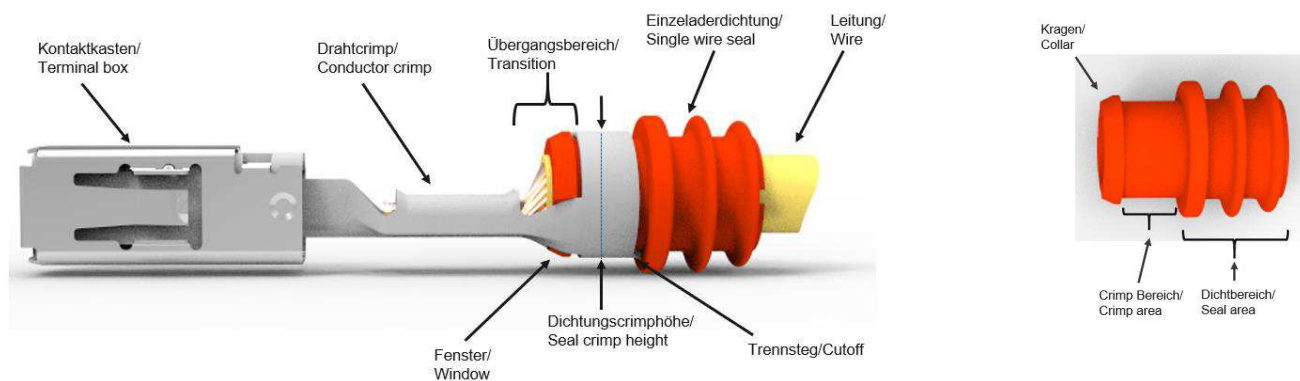
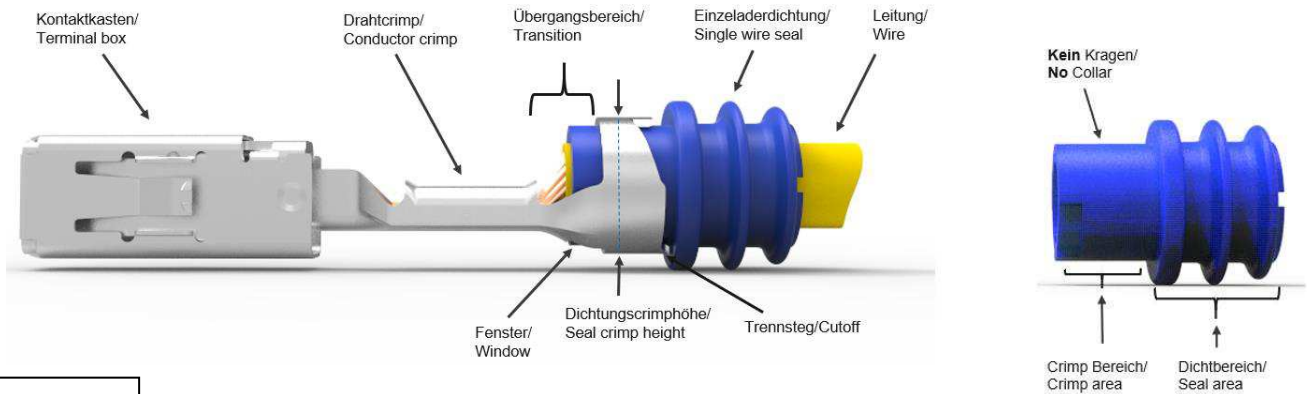

Bild 1 / Fig 1
Bild 3 / Fig 3
Diese Spezifikation gilt für alle Systeme, die von TE Connectivity entwickelt wurden, und einen Crimp Bereich für Einzeladerdichtungen besitzen. Der Einzeladerdichtungscrimp ist am Crimpkontakt in Form eines „O“ (siehe Bild 1&2), oder Umfassungscrims „Wrap“ (siehe Bild 3&4) ausgeführt. Die Dimensionen der Dichtungscrimpfanken, der zu verwendeten Leitung und der Einzeladerdichtungen sind aufeinander abgestimmt.
*This specification applies to all terminal systems developed by TE Connectivity which have a crimping area for single wire sealing. The single wire sealing crimp on the terminal is designed in the form of an “O” crimp (see Fig. 1&2), or of a wrap crimp “Wrap” (see Fig. 3&4). The dimensions of the seal crimp wings, the wire to be used and the single wire seals are adjusted to one another.*